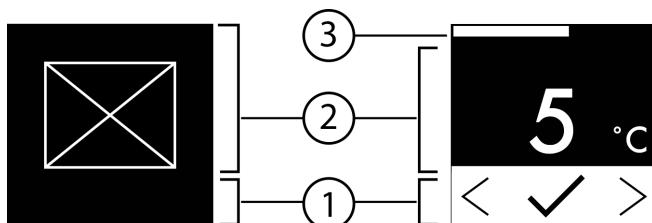

Fig. 6
- ▶ Состояние: активировано Fig. 6 (1) появляется ненадолго в Подменю () .